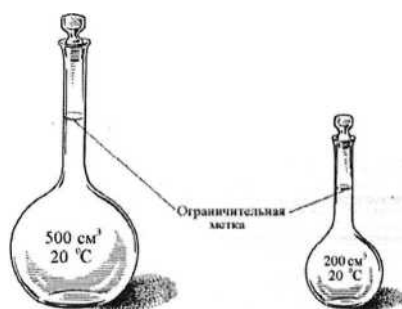

Рис. 10
2. Мерные колбы (рис. 10) используют для приготовления растворов определённого объёма с точными значениями концентраций растворённого вещества. Объём мерных колб может составлять от 25 см3 до 2000 см3